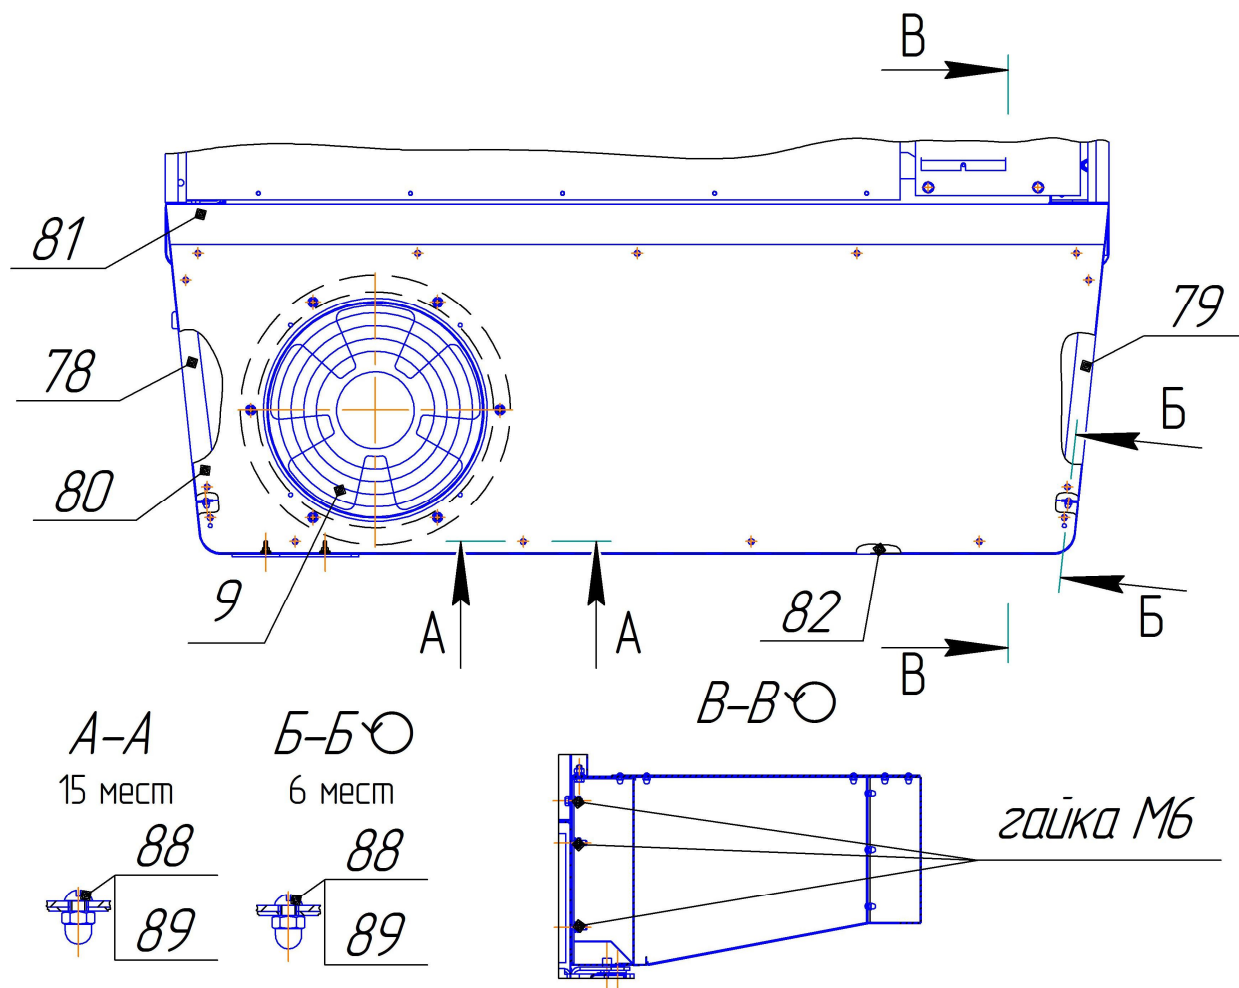

Рисунок 7 – Сборка козырька.
6.2.3 Снять с крыши печи панель поз.82 и крышу с вентилятором поз.80, открутив саморезы 4,2x13, шурупы 4,8x32, винты ВМ4x10, гайки М4, шайбы А4 и 4Г65. Снять боковины поз.78 и поз.79 и крепление козырька поз.88 и поз.89 (в полиэтиленовом пакете) с рамок стеллажа поз.21 в пекарной камере. Ослабить гайки М6 крепления короба поз.81 к печи - бшт. (см. разрез В-В), отвернув их на 3 — 4 оборота (см. рисунок 7). В образовавшиеся по бокам щели вставить загибы боковин поз.78 и поз.79 и навесить боковины. Установить на боковины поз.78 и поз.79 панель поз.82, крышу с вентилятором поз.80, и закрепить креплением козырька винтами поз.88 и гайками колпачковыми поз.89. Закрепить ослабленные ранее гайки М6 крепления короба поз.81 печи.